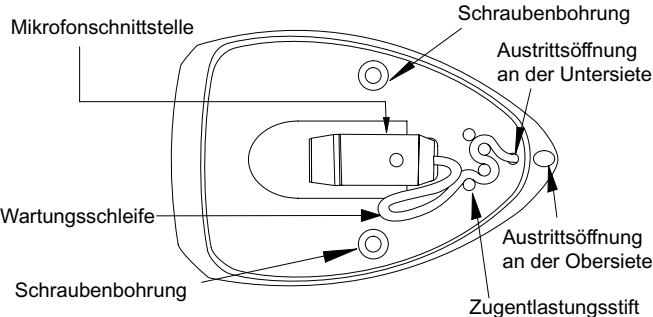

ABBILDUNG 1
- Das Kabel verlegen (Abbildung 1).